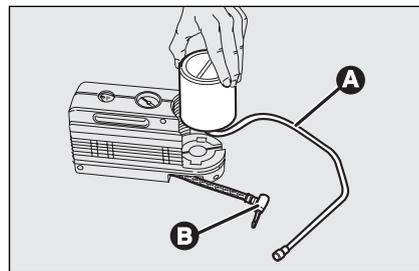

fig. 18
- disinserire l'innesto **B-fig. 18**;